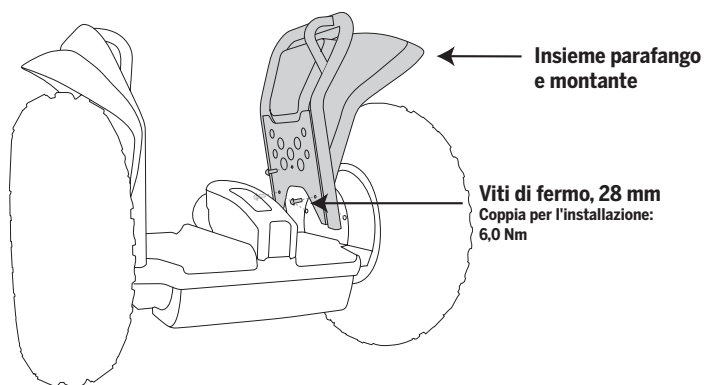

Figura 1. Rimozione o installazione dell'insieme parafango/montante
2. Per rimuovere l'insieme parafango e montante dal Segway PT, togliere le 3 viti di fermo da 28 mm con una chiave a brugola esagonale da 4 mm. Vedere la Figura 1.